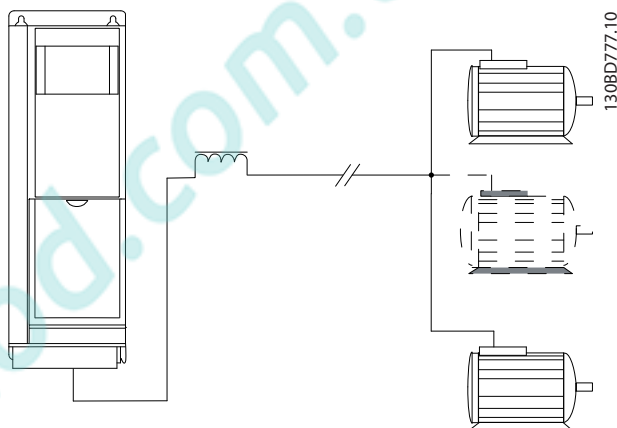
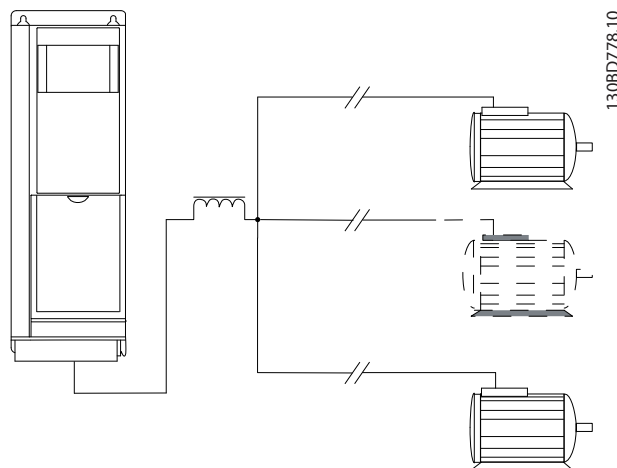

Рисунок 3.19 Параллельные кабели с нагрузкой
Рисунок 3.20 Индуктивно-емкостной фильтр для длинных параллельных кабелей
- Требование к общей длине кабелей двигателей, упомянутое в Таблица 3.4, действительно лишь в случае, когда длина каждого из параллельных кабелей не превышает 10 м, см. Рисунок 3.19 и Рисунок 3.20.
- Учитывайте перепад напряжений между кабелями двигателя, см. Рисунок 3.20.
- При наличии длинных параллельных кабелей используйте индуктивно-емкостной фильтр, см. Рисунок 3.20.